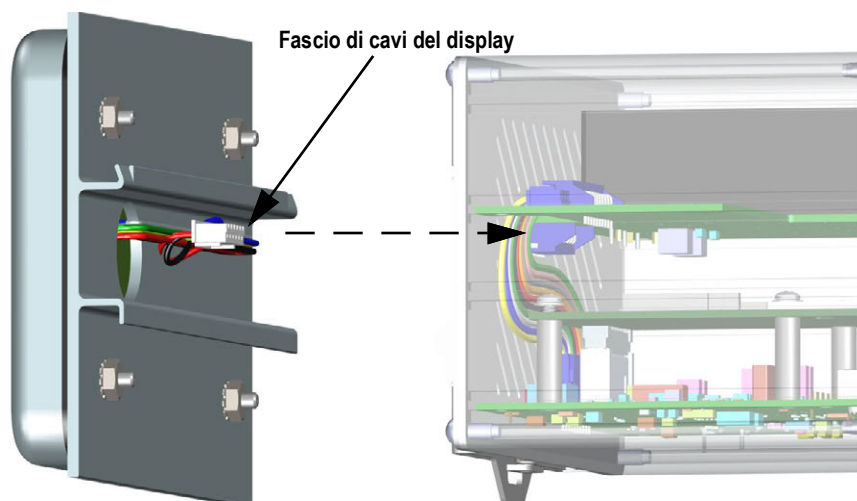

Figura 2-7. Collegamento del fascio di cavi del display
4. Staccare il fascio di cavi del display illustrato nella Figura 2-7.